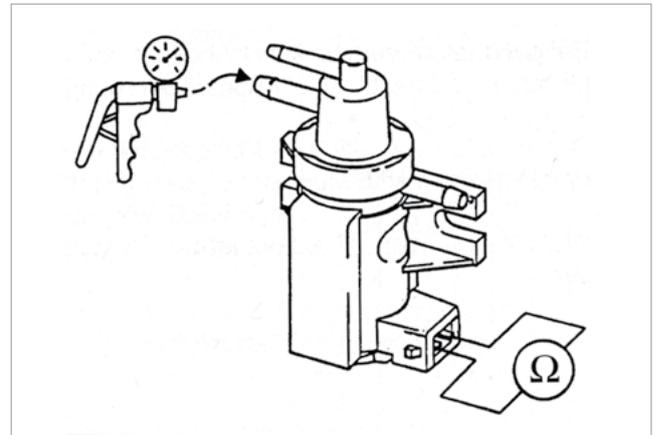

Abb. 6: Elektrischen Widerstand am Druckwandler messen
- Widerstand zwischen den Kontakten des Druckwandlers messen (siehe Abb. 6). Sollwert: 11 - 18  $\Omega$